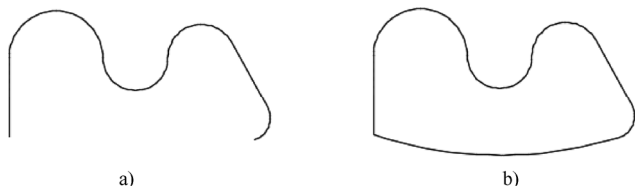

图 5-2 将开放的二维多段线修改为闭合状态
- “闭合”或“打开”：对于编辑原本开放的二维多段线，AutoCAD 将提供“闭合”选项，“闭合”选项用于创建多段线的闭合线，将首尾连接，典型示例如图 5-2 所示。对于编辑原本闭合的二维多段线，AutoCAD 将提供“打开”选项，“打开”选项用于删除多段线的闭合线段。